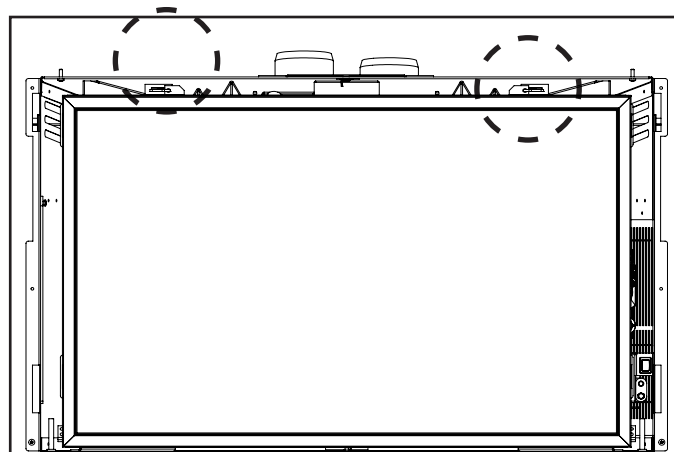
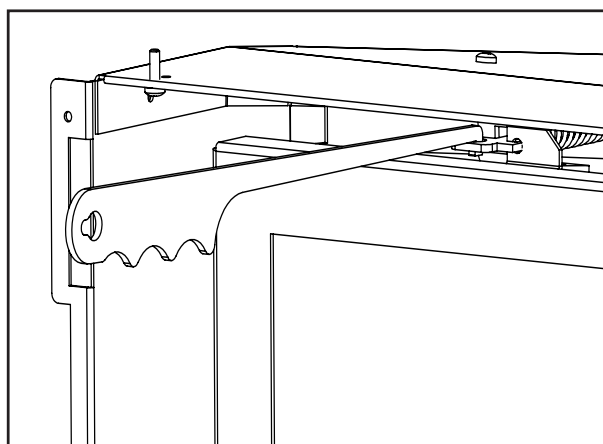
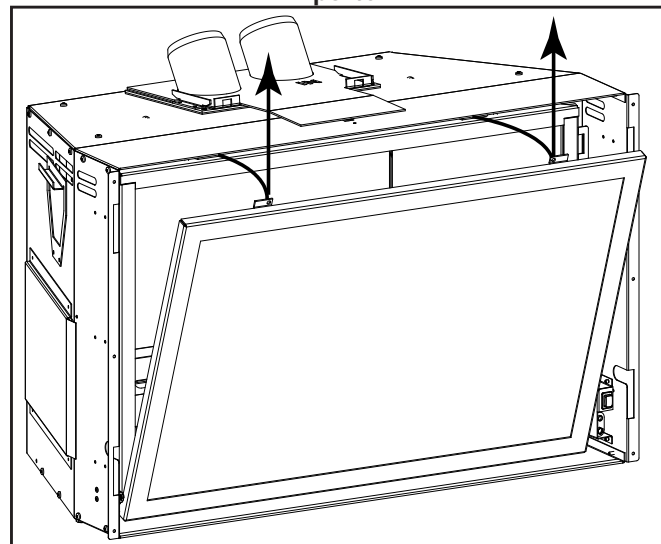

Figure 22 : Emplacements des loquets à ressort de porte
Figure 23 : Déverrouillage du loquet de porte.
Figure 24 : Retrait de la porte
La porte vitrée du foyer est retenue par le haut par deux loquets à ressort (Figure 22). Libérez les loquets en plaçant l'extrémité crochue de l'outil de porte dans le trou du mécanisme de verrouillage de la porte (Figure 23) et en tirant le loquet vers l'avant puis vers le côté. Une fois les deux (2) loquets libérés, inclinez le haut de la porte vers l'avant et soulevez-la pour retirer la porte (Figure 24). Pour installer la porte vitrée, inversez simplement la procédure.